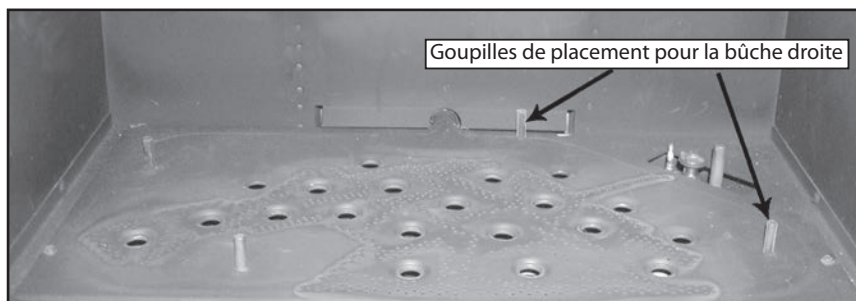

Figure 52: étape 1 du placement de journal
2. Placez la bûche mis dans le foyer. Localiser chaque journal en coin vers le bas sur les broches de support de plateau du brûleur. Suivre Figure 52 à Figure 59 pour le placement de bon journal.